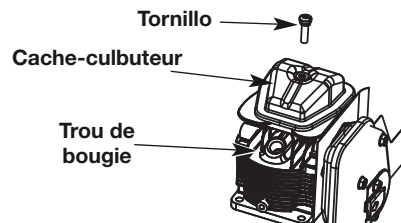

Fig. 29
- Limpe la suciedad de alrededor de la cubierta del brazo oscilante. Saque el tornillo que sostiene la cubierta del brazo oscilante con un destornillador grande de vástago plano o con una broca Torx T-25 (Fig. 29). Saque la cubierta y la junta del brazo oscilante.
- El pistón se encuentre en la parte superior de su recorrido mientras mira dentro del orificio de la bujía de encendido (Fig. 29).